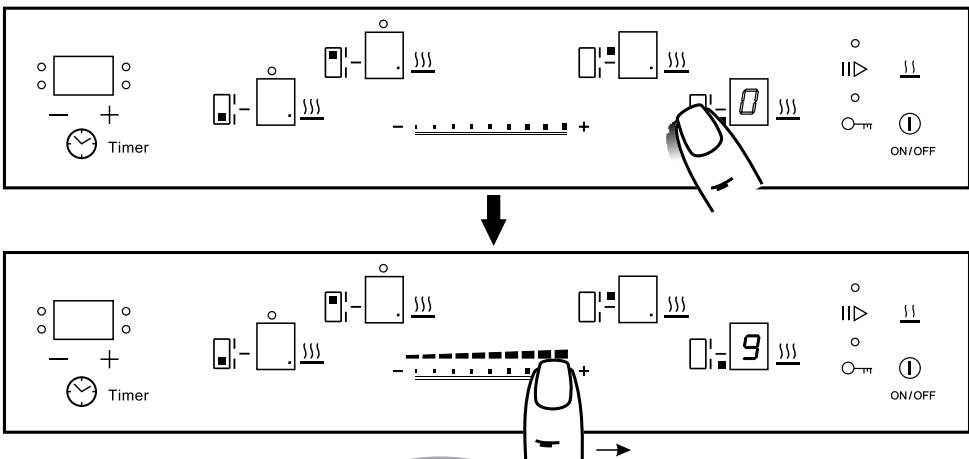

Рис.13
1. Коснитесь зоны ^② с обозначением выбранной конфорки, после чего конфорка перейдет в режим управления. В соответствующем окне индикации режима нагрева ярко загорится «0» (рис. 13), во всех остальных окнах выбора индикатор будет гореть тускло.
2. Выбор необходимого уровня мощности производится перемещением пальца (или касаясь пальцем в нужном месте) по специальной поверхности ^④ - «слайдер» (рис. 13). Когда уровень мощности меняется, звучит сигнал, а в окне выбранной конфорки отображается мощность от «0» до «9».